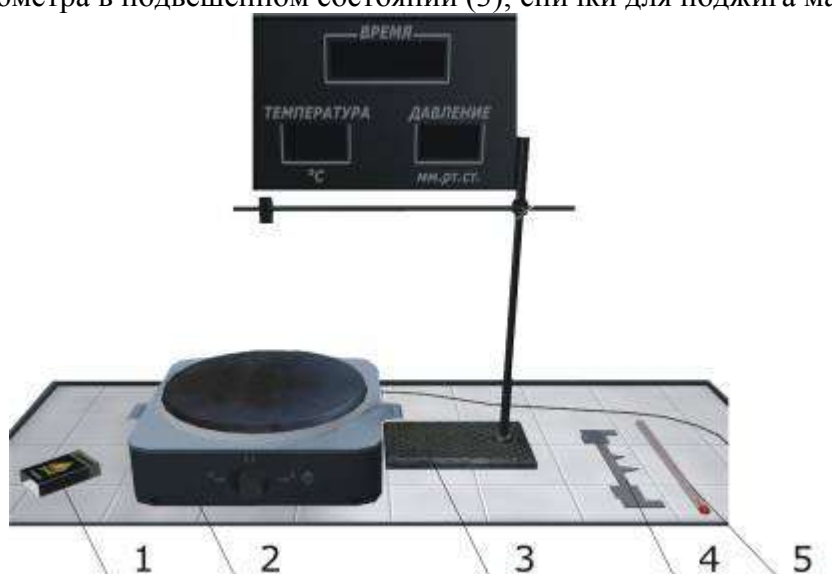

Рис.3. Оборудование вытяжного шкафа
В вытяжном шкафу (рис. 3) находятся: плитка электрическая (2); термометр, градуированный от 0 до 400С° (5); шаблон для измерения уровня масла (4); штатив для удержания термометра в подвешенном состоянии (3); спички для поджига масла (1).